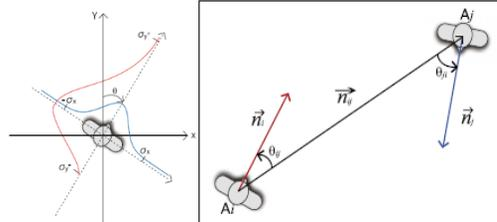

図1 個人空間モデルと互いの視線の方向性
- 前面の空間を他の面より広くとる（図1左）
- 視線の方向性：知り合い、話し合いたいときは q の角度が小さくなる（図1右：矢印の視線方向と対人の角度）